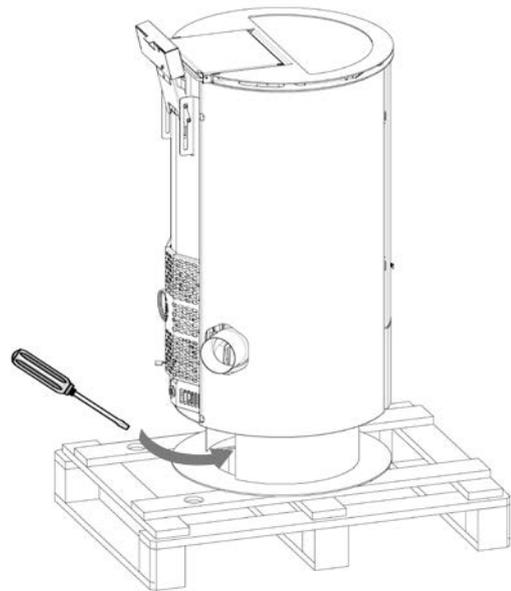

Fig. 2 - Enlèvement des vis (modèle Flute)
- Pour le modèle **FLUTE** : enlever les vis, qui bloquent le poêle à la palette, situées dans le socle **Fig. 2**).